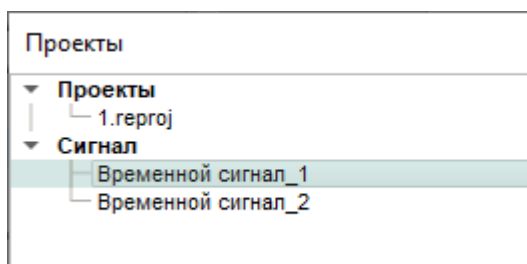

Рис. 216
18.8.4.2. По кнопке «Применить» в окне редактирования сигнала в окне «Проекты» будет создан раздел «Сигнал», содержащий объект с указанным наименованием сигнала (по умолчанию *Временной сигнал_N*). При создании новых сигналов, они будут добавлены в этот раздел (рис. 216)